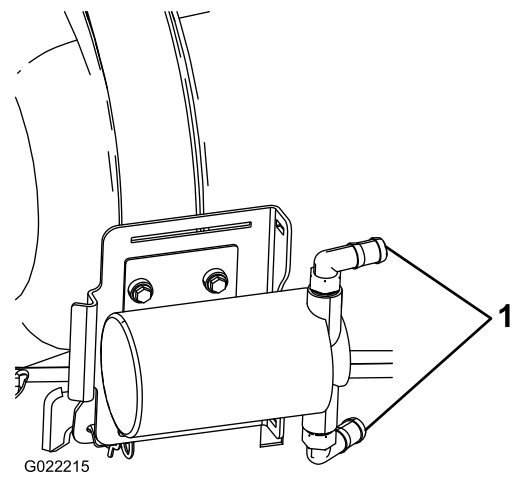

Figura 9
5. Ligue as uniões roscadas da bomba como se mostra na Figura 9.